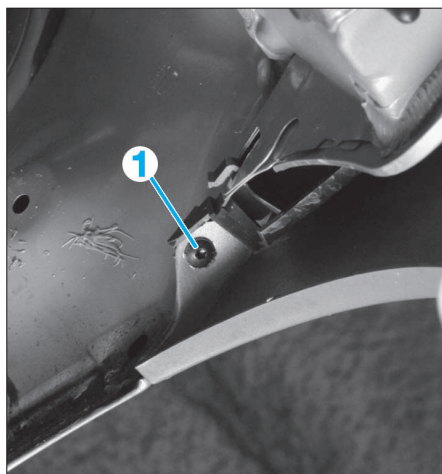

FIG. 106
- De chaque côté, déposer les vis (1) (Fig.106).